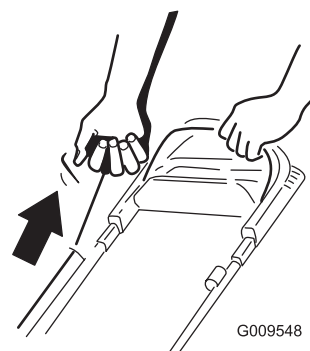

Figure 18
2. Tirez la poignée du lanceur (Figure 18).
Remarque: Tirez lentement la poignée du lanceur jusqu'à ce que vous sentiez une résistance, puis tirez vigoureusement (Figure 18). Laissez le lanceur se rétracter lentement jusqu'à la poignée.